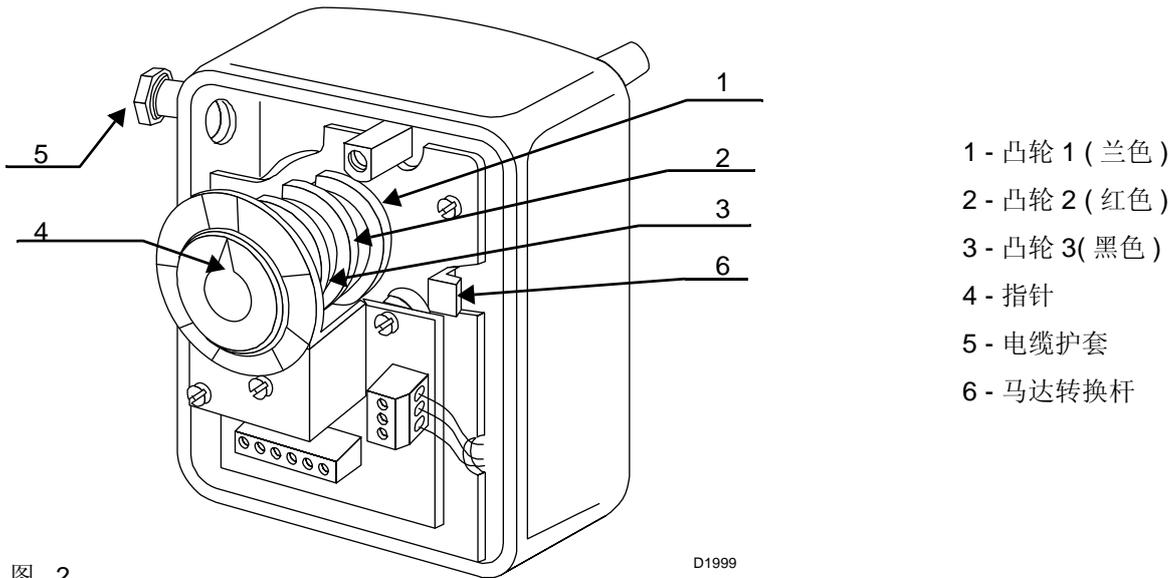

图 . 2
- 转动伺服马达上的转换杆 6) 图 .2 脱开与凸轮 1) 图 .5 的连接.